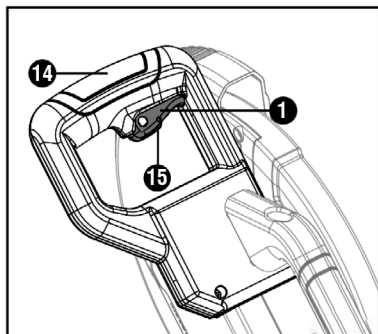

Fig. 15 – Accionamiento de la máquina
Para encender la máquina, coloque la mano en la empuñadura (14), mueva la traba de seguridad del interruptor (15) hacia la izquierda y pulse el interruptor de accionamiento (1). Para apagarla, suelte el interruptor de accionamiento (1). (fig. 15).